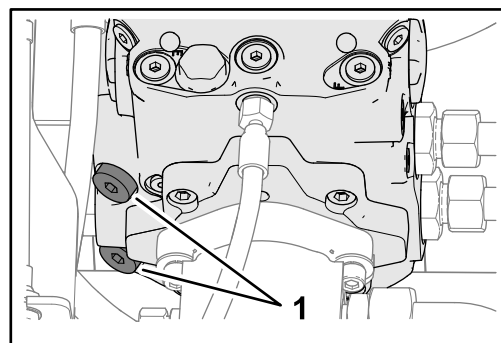

Figure 36
3. Avec une clé hexagonale de 8 mm, tournez les 2 bouchons à tête creuse des clapets de décharge de pompe de la transmission dans le sens horaire (Figure 36).